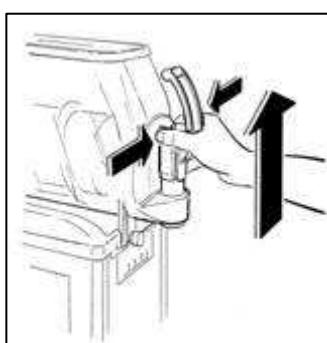

Рис. 29
- Отсоединить кран, надавливая одновременно на два блокирующих рычажка и поднимая его вверх таким образом, чтобы извлечь со своего места. (Рис.29).
- Полностью разобрать кран на компоненты, надавливая вниз корпус и сдвигая ручку-рычаг со своего места (Рис.29).